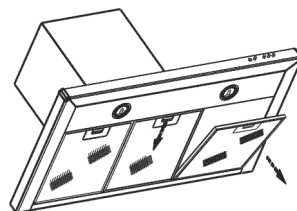

рис. 4
8.3 Для очистки алюминиевого фильтра извлеките его из вытяжки (рис. 4) и произведите очистку с помощью щетки горячим водным раствором нейтрального моющего средства вручную или в посудомоечной машине (при 60°C).
- перед установкой вытяжки снимите алюминиевый фильтр, для этого нажмите на пружинный замок на фильтре и потяните фильтр вниз и на себя (рис. 4);